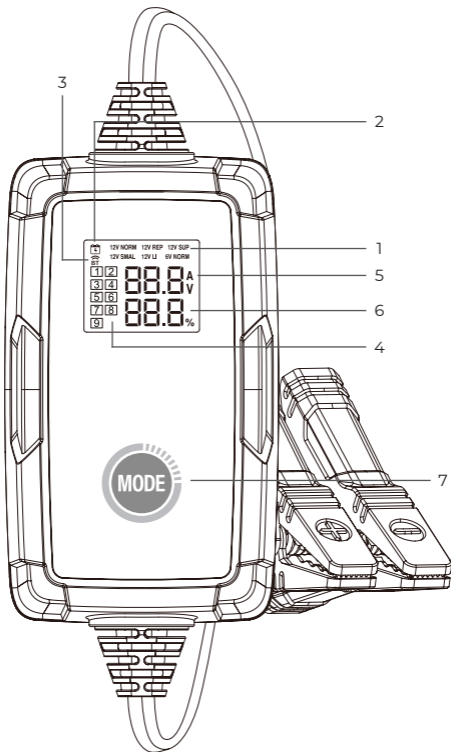

Figura 2.1.1
1. 6 modalità di ricarica della batteria: nella modalità autonoma, TB6000Pro offre 6 diverse modalità Standard 12V/6A, Standard 6V/3A, Piccola 12V/3A , Batteria agli ioni di litio 12V/6A, Riparazione 12V/1A , Alimentazione 12V/6A. (Vedere figura 2.1.1) Una volta che il caricabatterie è collegato al telefono tramite BT, è possibile personalizzare il processo di ricarica ei parametri. (Per i dettagli, fare riferimento alla Sezione 3)